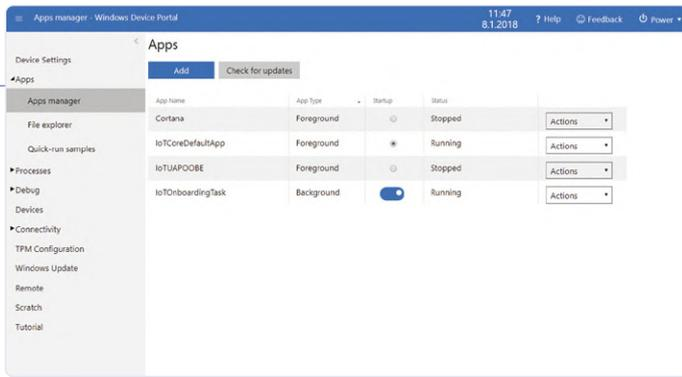

Bild 3. Optionen der OpenWeather-API.
► **Integration des Wetterdienstes:** Wir setzen hier auf die Verwendung des Wetterdienstes OpenWeather [3]. Dieser Dienst bietet unterschiedliche Services zum Abrufen der Wetterdaten. Neben kostenpflichtigen Angeboten kann man die Dienste *Current weather* und *5 days/3 hour forecast* kostenfrei nutzen (**Bild 3**). Nach der Registrierung generiert man einen API-Key, mit dem die Wetterdaten abgefragt werden können. Die Konvention eines solchen Aufrufs sieht zum Beispiel wie folgt aus: